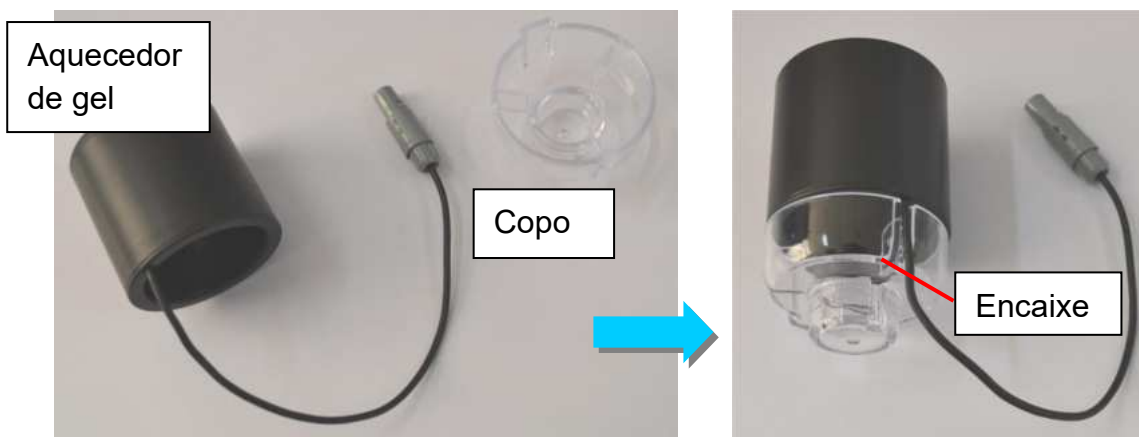

Fig.4-10 Ligação do aquecedor de gel e copo
- 1) Combinar o copo e o aquecedor de gel juntamente com o cabo do aquecedor no encaixe do copo. Veja a Fig. 4-10.